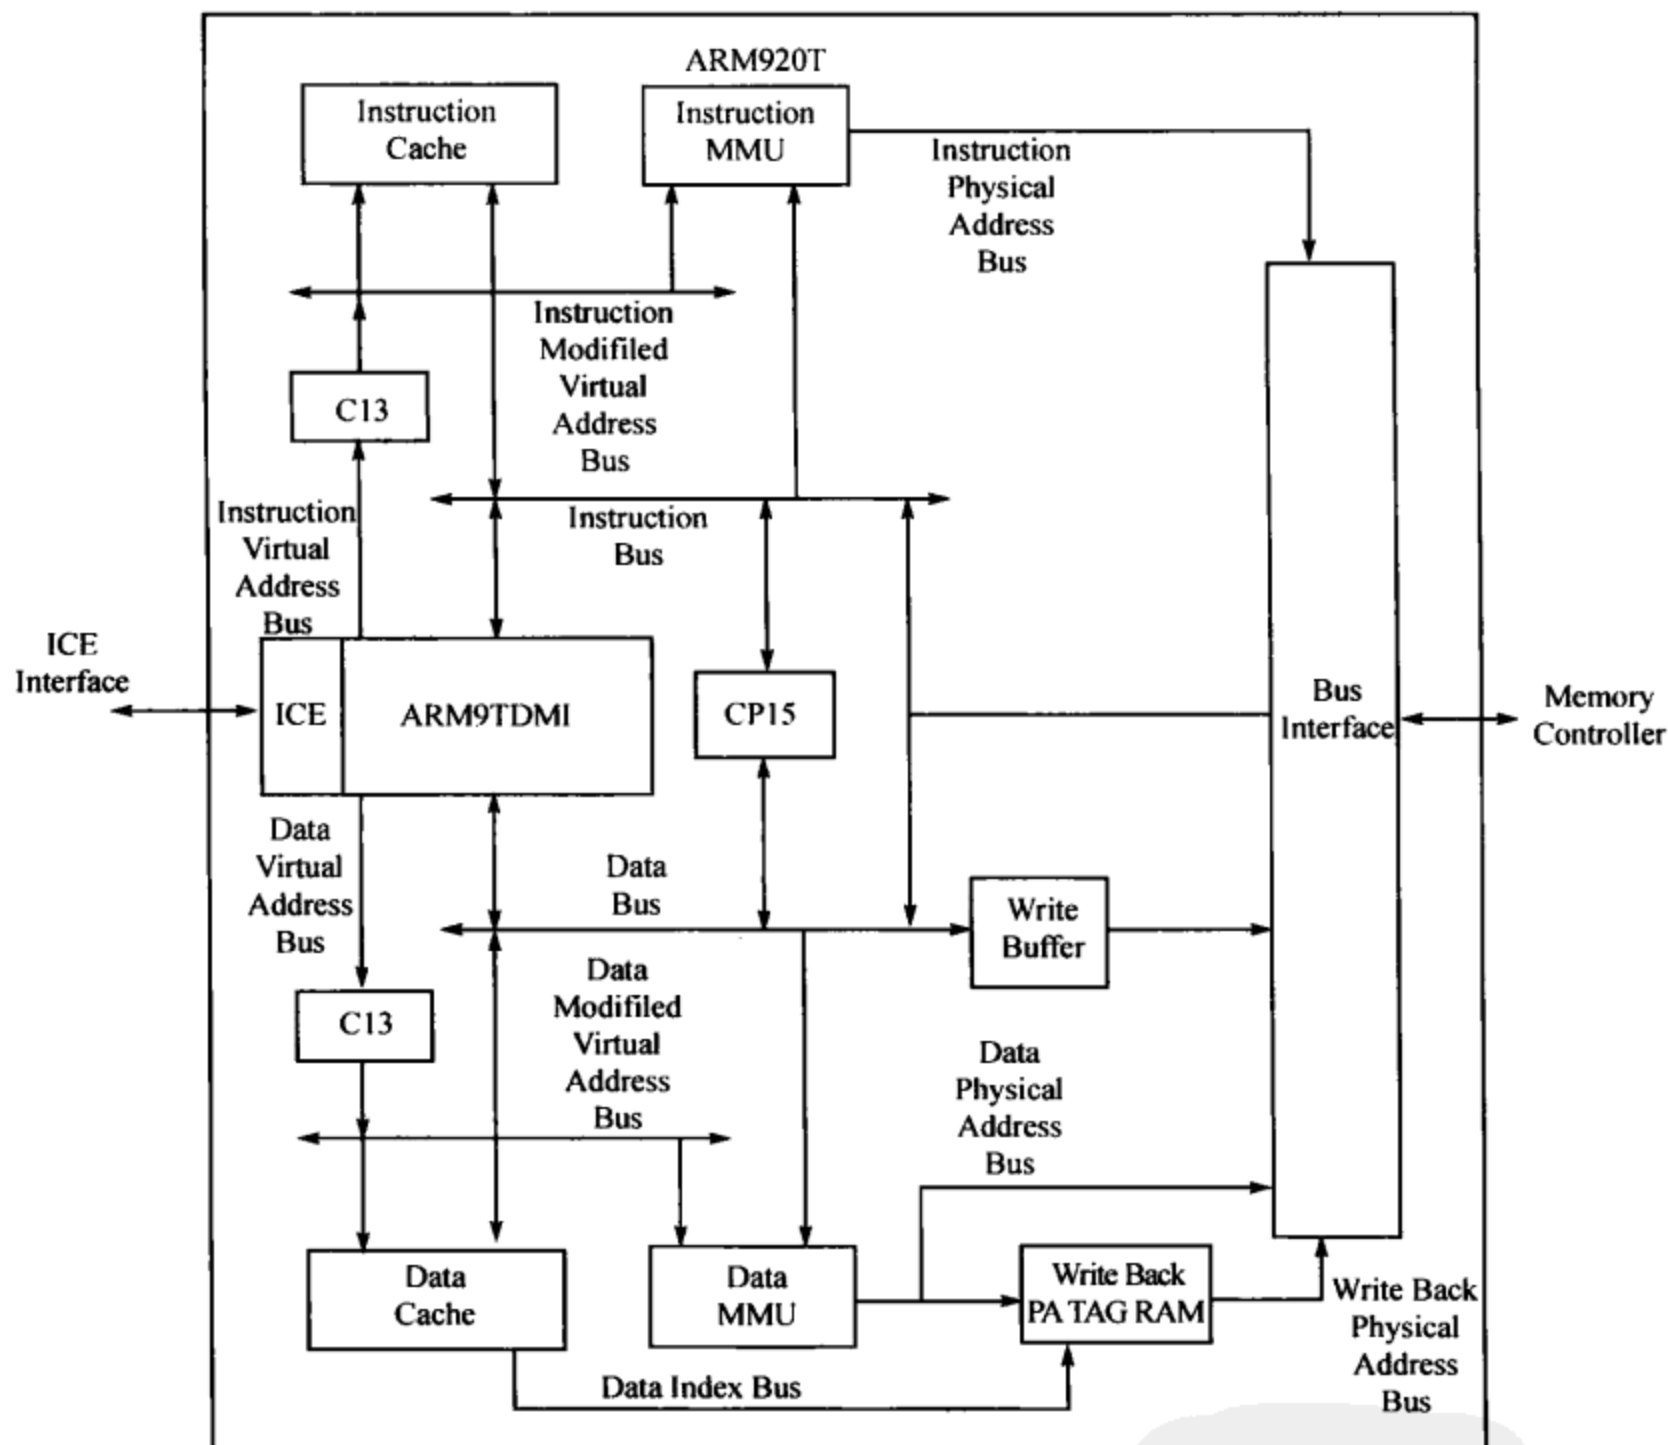

图 3-23 ARM CPU 虚拟地址映射
下面通过 ARM 内核结构图再来看下 VA 到 PA 转换过程。如图 3-23 所示，系统在开启了 MMU 之后，CPU 内核操作的都是虚拟内存地址 VA (ARM920T 采用哈佛结构，其指令总线 and 数据总线是分开的，虚拟内存地址包含指令地址和数据访问地址)，虚拟地址 VA 经过 C13 (CP15 里的寄存器 13) 后变成修正虚拟地址 (MVA)，然后 MMU 对 MVA 进行地址映射，对通过 MMU 处理之后的地址都是实际物理内存地址 (PA)，将物理地址送上地址总线，交给内存控制器去寻址。